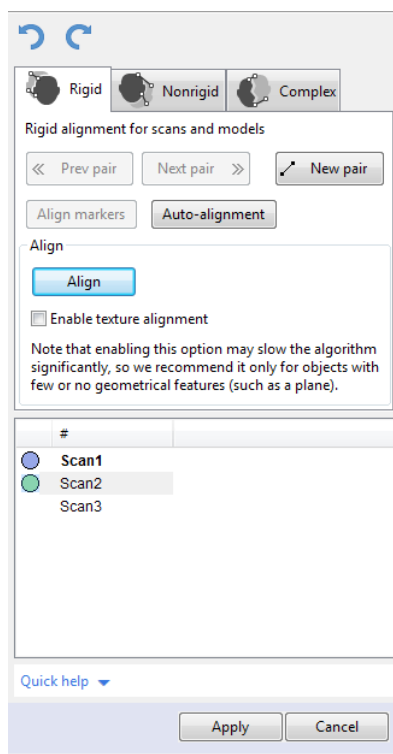

Рис. 8.19: Панель Сборка: вкладка Жесткая
1. Убедитесь, что на панели *Сборка* выбрана вкладка *Жесткая* (см. Рис. 8.19). Инструмент автоматически выберет все сканы. Снимите ненужные выделения с помощью клавиши `Ctrl` (см. Сборка сканов).
1. Убедитесь, что выбрана вкладка *Жесткая* (см. Рис. 8.19).